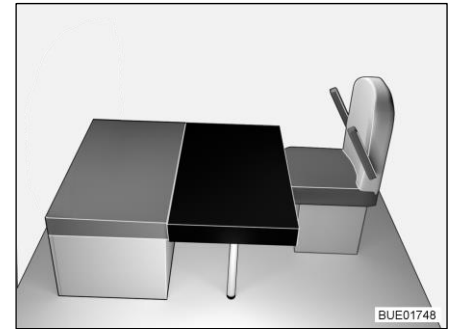

Bild 161 Efter ombyggnaden
- Lägg den rektangulära extra dynan på borden (framför sittbänkens sittdyna, se Bild 161). Urklippet i den extra dynan ligger då vid den främre stödväggen.